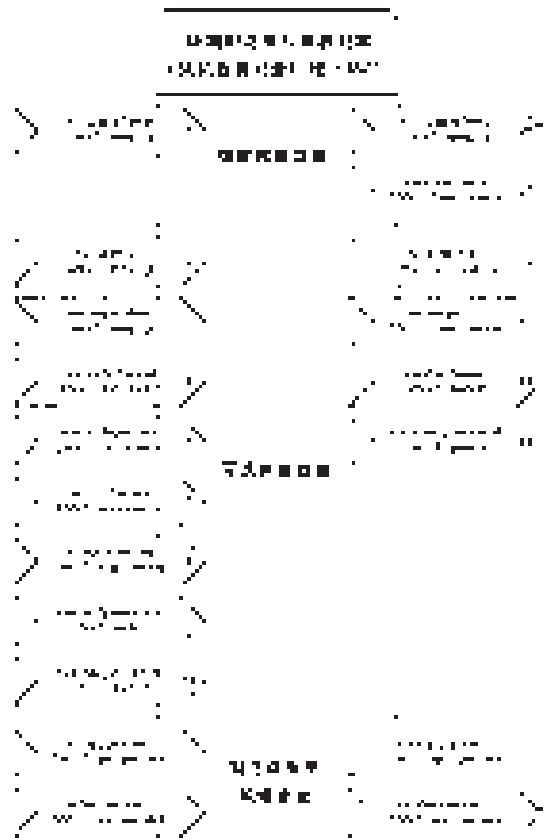

图 4. 环境舒适度控制器对象
- > 1 个室内环境舒适度控制器对象 (#8501 SCC- 风机盘管) (见图 4)